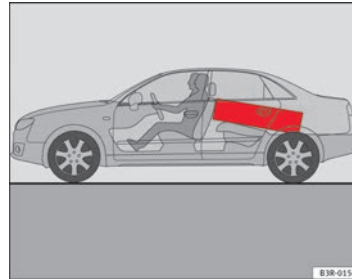

Abb. 113 Legen Sie schwere Gegenstände möglichst weit nach vorn.
- Schwere Gegenstände möglichst weit nach vorn legen ⇒ Abb. 113. ▶